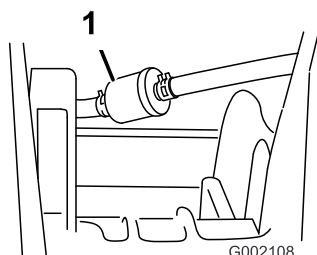

図 37
5. フィルタを燃料ラインに固定しているクランプを外す **図 37**。